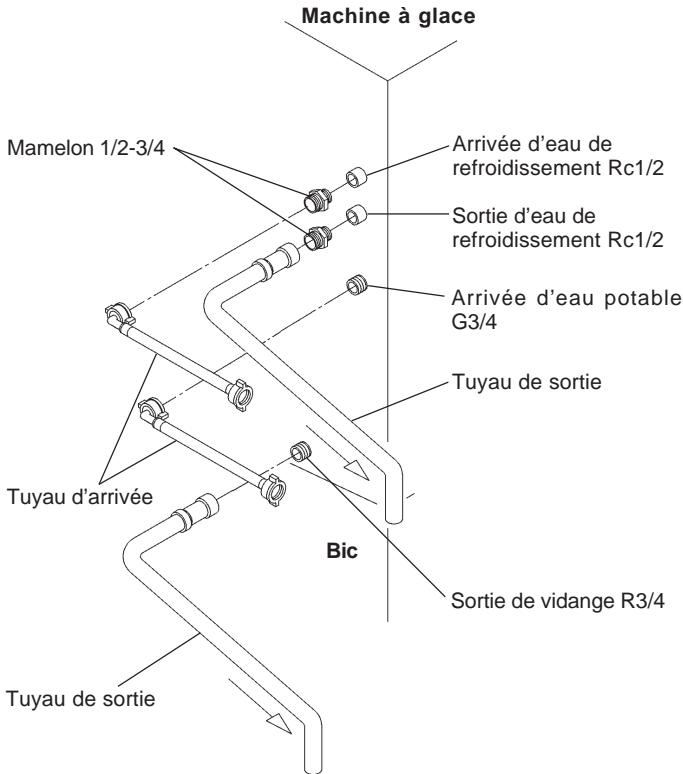

Fig. 11
## [b] Branchements conformes à des réglementations autres que celles du WRC à l'aide des tuyaux accessoires (Fig. 11)
- 2) Pour les branchements du condenseur, utiliser les tuyaux accessoires livrés et effectuer les mêmes branchements qu'aux paragraphes 1) à 3) de [a] ci-dessus avec l'extrémité libre des mamelons 1/2-3/4 comme indiqué (Fig. 11).